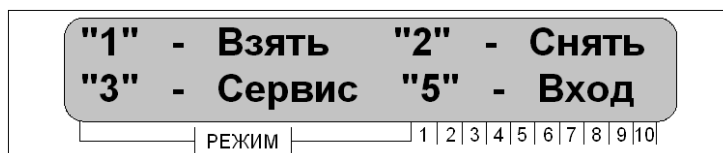

Рисунок 9 – Меню в режиме работы «Управление и обслуживание»
После предъявления ключа пользователя к считывателю клавиатуры или набора PIN-кода (с подтверждением клавишей «ВВОД») на ЖК-дисплее отобразится меню клавиатуры, рисунок 9.
- на ЖК-дисплее клавиатуры отобразится список возможных действий, рисунок 9;